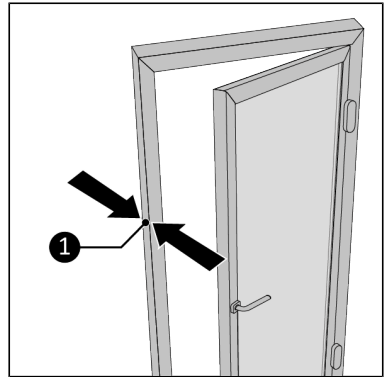

Abbildung 119.
2. Messen Sie die Breite des festen Teils des Fensterrahmens (Abbildung 119, Pos. 1).